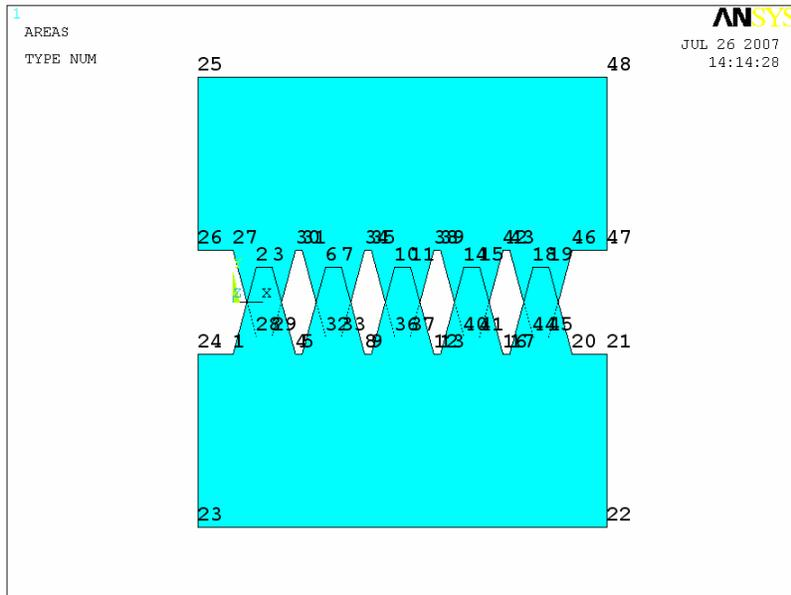

Рисунок 84. Результат зеркального отображения поверхности относительно OX
- Нажимаем кнопку **OK** или **Apply** (Рисунок 84).